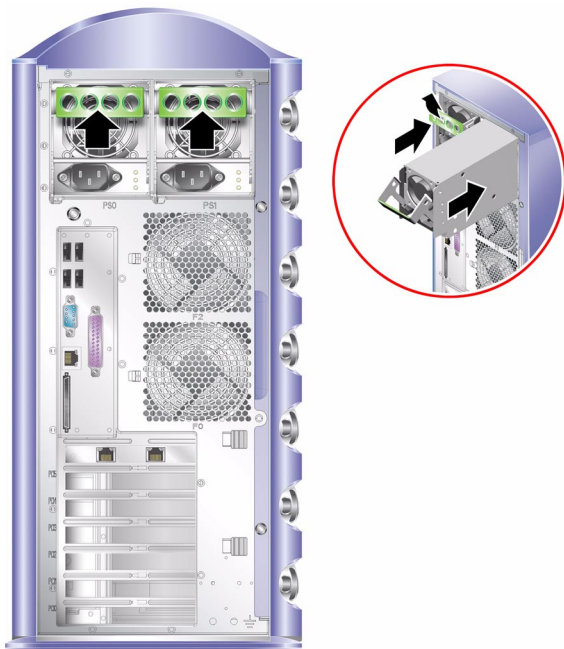

FIGURE 2-5 Remplacement d'une unité d'alimentation
- 8. Appuyez sur la poignée jusqu'à ce qu'elle s'enclenche. Voir la FIGURE 2-5.**